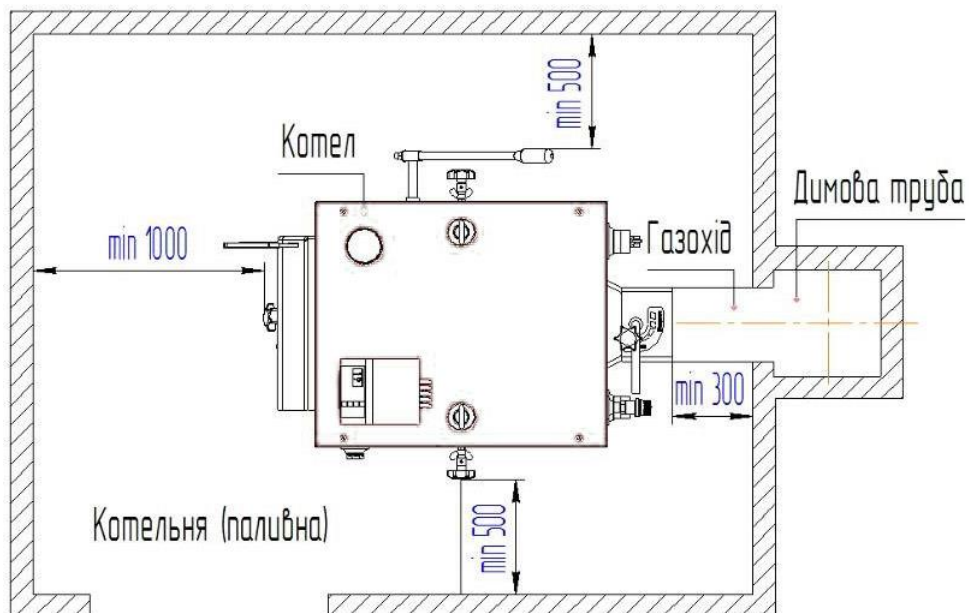

Рис.4 Схема встановлення котла в котельній (паливній)
7.3.2.2 Котел постачається в зібраному вигляді і не потребує спеціального фундаменту, однак необхідно встановити його на рівну горизонтальну поверхню з негорючих матеріалів. Під час встановлення котла необхідно забезпечити доступ до нього таким чином, щоб стіни котельної (паливної) не заважали завантаженню палива, чистці топки котла, а також доступу до вентилятора (див Рис.4).